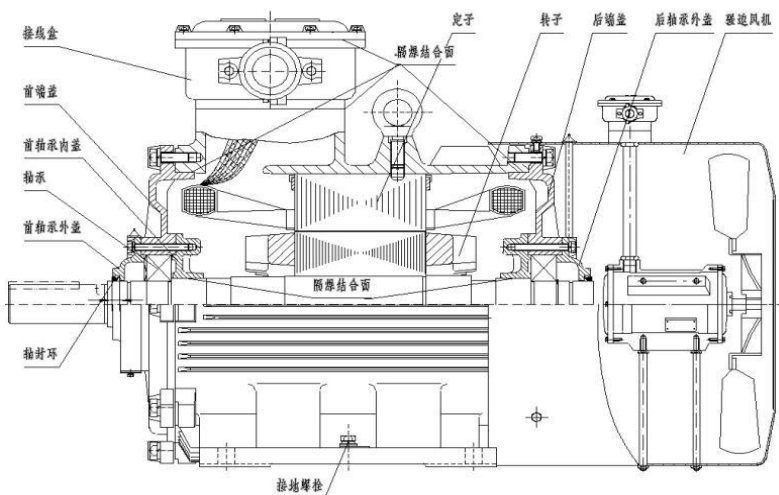
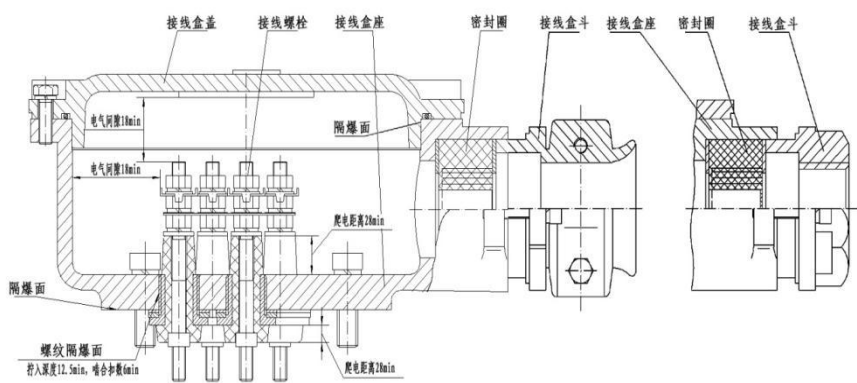
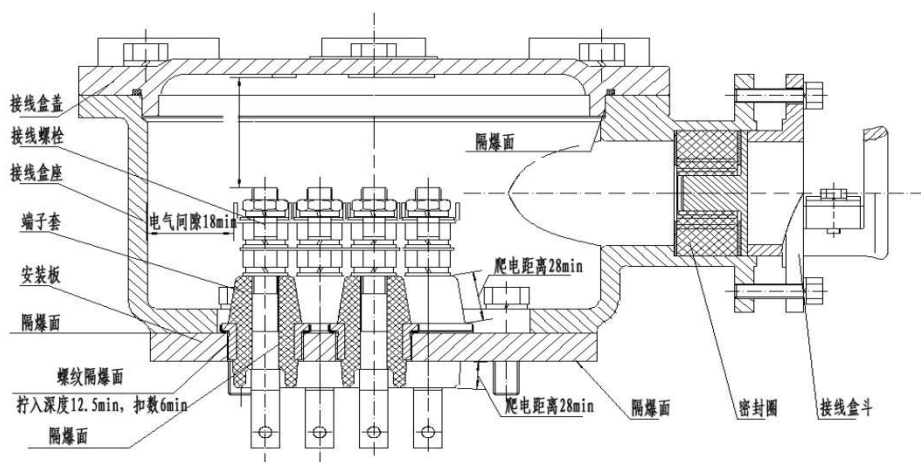
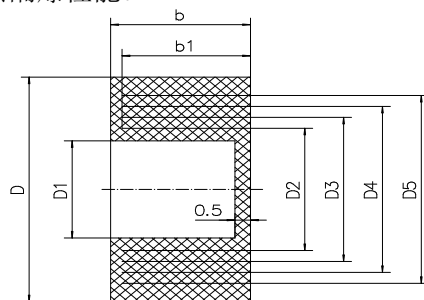

图 1
图 2 (H250~280)
图 3 (H315~355)
图 4
5.3 本系列电动机主体结构图见图 1，接线盒结构见图 2、图 3，密封圈结构见图 4。
d. 机座、端盖、轴承内盖、接线盒盖、接线合作、接线螺栓、端子套（或接线板）、轴、密封圈是隔爆零部件。强制隔爆风机属 Ex 元件，使用时注意其隔爆性能。密封圈材质为橡胶 XH-21，见图 4。
7.3.1 电源引入电缆的外径要与密封圈的孔径相符，密封圈规格见图 4、表 4（可根据引入电缆外径大小剥去密封圈同心圆）。配合直径差不大于 2mm，当压紧接线盒斗后，应保证密封圈与电缆之间及密封圈与接线盒之间无间隙，否则将失去隔爆性能。